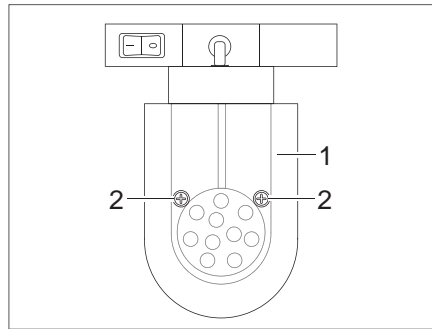

Bild 169 LED-Spotleuchte (verschiebbar)
- Befestigungsschrauben (Bild 169,2) lösen.
- Lampenglas (Bild 169,1) vorsichtig abnehmen.